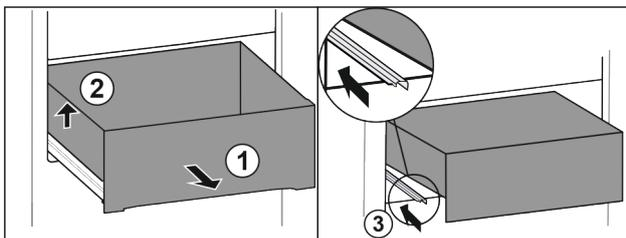

Fig. 82
- ▶ Schubfach bis zum Anschlag herausziehen. Fig. 82 (1)
- ▶ Schubfach links anheben. Fig. 82 (2)
- ▶ Linke Schiene einschieben. Fig. 82 (3)